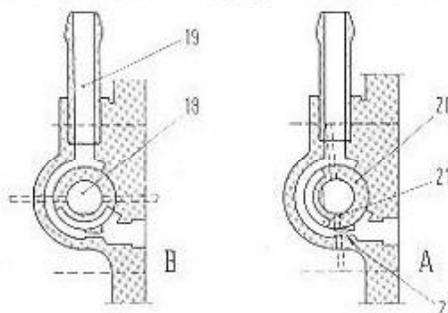

Abb. 54 - Vergaserteilquerschnitt zur Veranschaulichung der VORRICHTUNG ZUR RÜCKFÜHRUNG DER MOTORENTLÜFTUNGSGASE.
Diese Vorrichtung ist im Vergaser eingebaut (Abb. 54).
Die Gase werden über die Leitung (19) und die Rille (21) stromabwärts der Drosselklappe geführt, wenn sich der Drehverschluss (20), der von der Drosselklappenwelle (18) betätigt wird, in der Stellung B (Abb. 54) befindet.